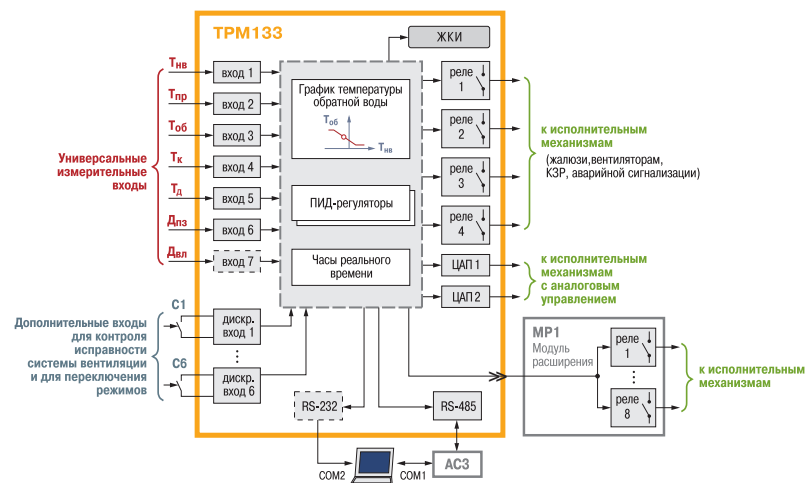

Рис. 3.2. Структурная схема прибора
Структурная схема прибора представлена на рис. 3.2.
3.3.1. К универсальным измерительным входам (Вход 1...Вход 7) (см. рис. 3.2) подключаются первичные преобразователи.
Для контроля состояния внешнего оборудования и диагностики работоспособности системы предусмотрены шесть дискретных входов (С1...С6) (см. рис. 3.2), предназначенных для подключения контактных датчиков: